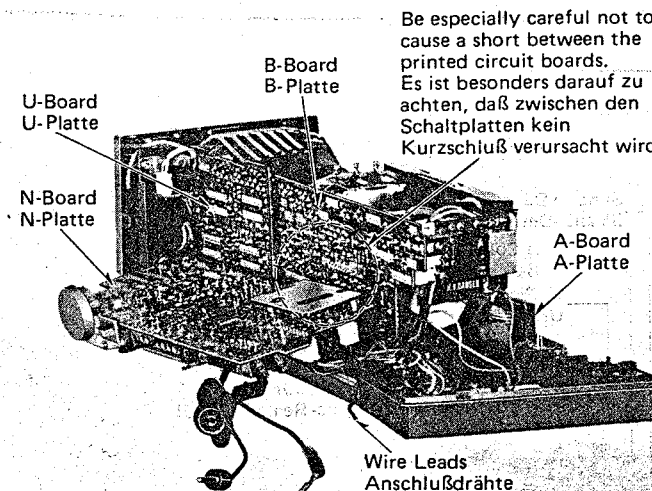

Fig. 5 Abb. 5
3. Unsolder the wire leads which is connected to A-Board shown in Fig. 5.
4. Flip down the N-Board as shown in Fig. 5.
3. Die in Abb. 5 gezeigten Anschlußdrähte, die an die A-Platte angeschlossen sind, lötlösen.
4. Die N-Platte herunterklappen, wie in Abb. 5 gezeigt.